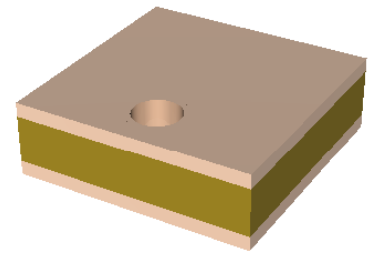

図1 スルーホール形成後
- 3) 穴の内部を銅めっきし、上下層を図1のように電気的に接続する。この穴はスルーホールと呼ばれている。